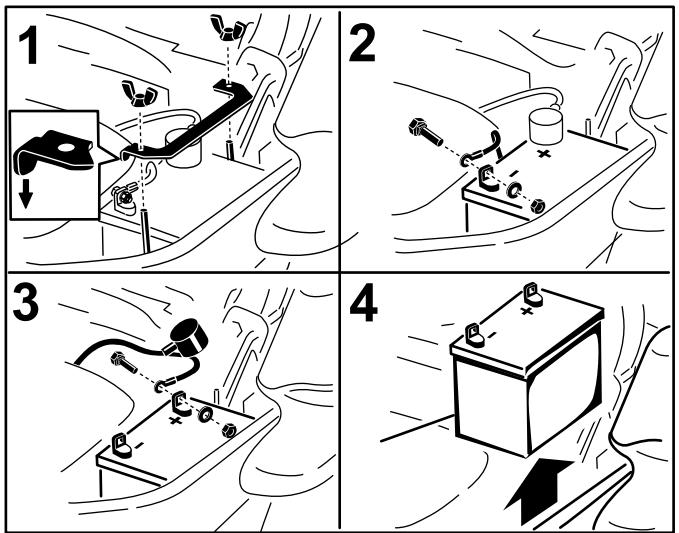

Figure 54
3. Débranchez le câble négatif (noir) de la batterie de la borne négative (-) de la batterie (Figure 54).
4. Enlevez le capuchon rouge de la borne positive (+) de la batterie et débranchez le câble positif (rouge) (Figure 54).
5. Retirez l'écrou à oreilles qui fixe la barrette de maintien de la batterie (Figure 54).
6. Déposez la barrette de maintien (Figure 54).
7. Retirez la batterie (Figure 54).
1. Placez la batterie dans son support en tournant les bornes à l'opposé du réservoir hydraulique (Figure 54).
4. Fixez les câbles avec 2 boulons, 2 rondelles et 2 contre-écrous (Figure 54).
6. Reposez la barrette de maintien et fixez-la avec l'écrou à oreilles (Figure 54).